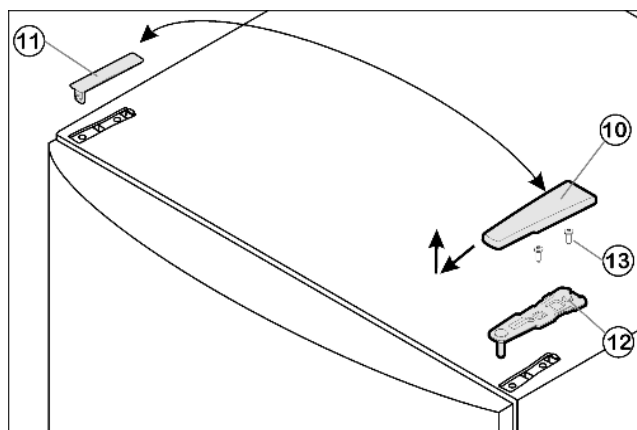

Fig. 6
- ▶ Крышку Fig. 6 (10) снимите движением вперед и вверх.
- ▶ Снимите крышку Fig. 6 (11).
- ▶ Открутите верхний опорный кронштейн Fig. 6 (12) (2 шт. Torx 25) Fig. 6 (13) и вытяните вверх.
- Установите верхний опорный кронштейн Fig. 6 (12) на новой стороне шарнира и защелкните в дверце.
- Прикрутите верхний опорный кронштейн Fig. 6 (12) (2 шт. Torx 25) Fig. 6 (13). При необходимости просверлите отверстия или используйте аккумуляторную отвертку.
- Защёлкните крышку Fig. 6 (10) и крышку Fig. 6 (11) на противоположной стороне.